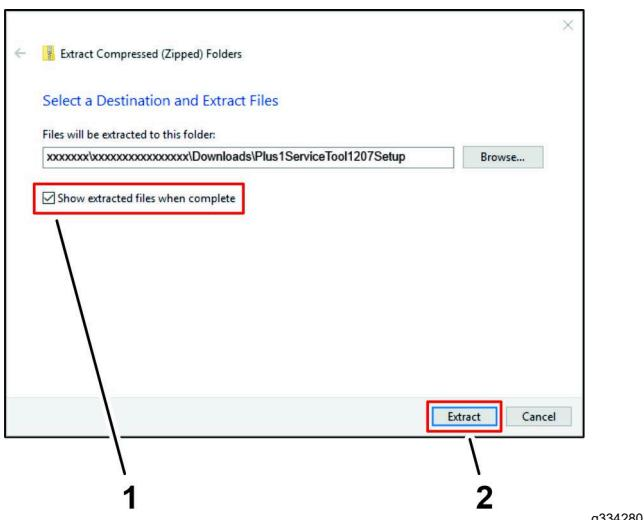

Figura 20
2. Na caixa de diálogo Extractar Pastas Comprimidas, certifique-se de que a caixa MOSTRAR FICHEIROS EXTRAÍDOS QUANDO CONCLUIR está selecionada e clique em EXTRAIER (Figura 20).